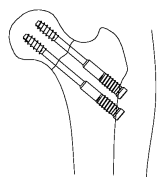

図6
- 5) 必要に応じて TLS パラレルガイドを取り外して TLS 用パラレルガイドを取り付け、TLS 用ラグスクリュードライバーと TLS 用パレルスクリュードライバーを用いてインプラントを挿入します。（図6）パレルスクリューが挿入しづらい場合は無理に挿入せず、TLS 用ステップリーマー（Cat.No.HS22-2001）にて再度リーミングを行い、スクリューを挿入して下さい。